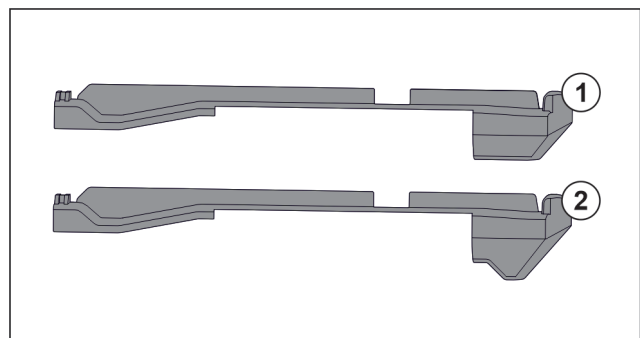

Fig. 74 Vergleich der Aufsteckteile
Im Gerät befinden sich zwei unterschiedliche Aufsteckteile. Das Aufsteckteil über dem untersten Schubfach Fig. 74 (2) hat eine dreieckige Kante. Alle anderen Aufsteckteile Fig. 74 (1) haben eine gerade Kante.
- ▶ Aufsteckteil Fig. 74 (2) mit der dreieckigen Kante über dem untersten Schubfach anbringen.
- ▶ Aufsteckteil Fig. 74 (1) mit der geraden Kante an allen anderen Stellen anbringen.